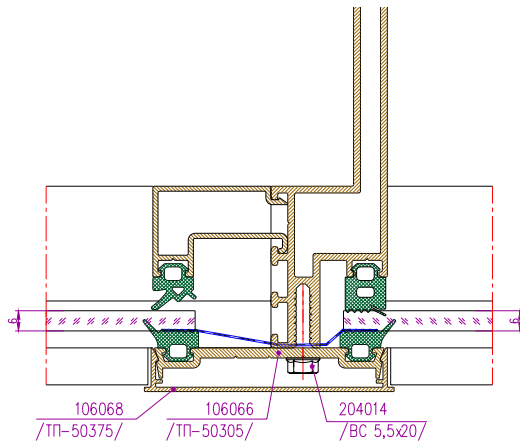
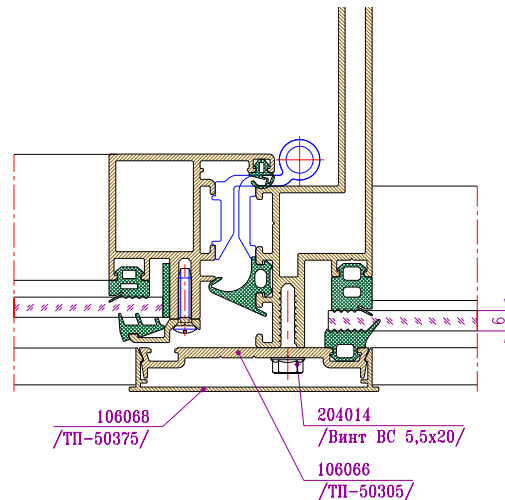
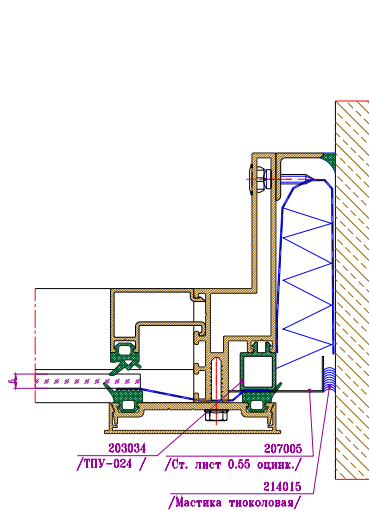
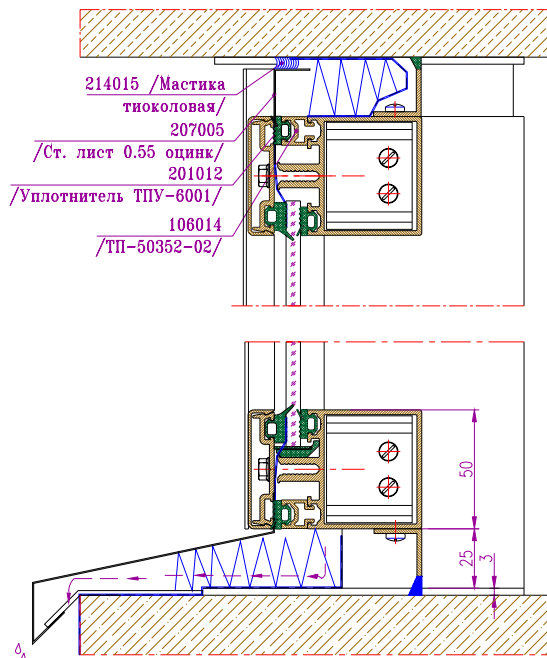

Рис.10-16 Установка прижима ТП-50305, крышки ТП-50374 на стойку ТП-50361 на участках с глухим заполнением
Рис.10-17 Установка прижима ТП-50305 на стойку ТП-50361 на участках со скрытой створкой
Рис.10-18 Установка крайней стойки ТП-50361
Рис.10-19 Установка крайних ригелей ТП-50320
- По периметру проема для скрытой створки, на ригели ТП-50365 (рис.10-13) и стойки ТП-50361 (рис.10-17) установить: в соответствующий паз уплотнитель ТПУ-005ММ; прижимы ТП-50305 отрезанные под углом 45° (рис.10-14).
50365 (рис.10-13), затем крышки ТП-50375 на прижимы ТП-50305 стоек ТП-50361 (рис.10-16, рис.10-17). Крышки защелкиваются. На крайних стойках под прижимы устанавливаются проставки ТПУ-024 (рис.10-18), на крайних ригелях проставка ТП-50352-02 с уплотнителем ТПУ-6001 (рис.10-19) и нащельники из оцинкованного стального листа;
- Герметизация по проему (рис.10-18, рис.10-19). Для герметизации рекомендуется применять пенополиуретан РИПОР 6ТН – 17 ТУ 6–05–221–367-76, либо пористые резиновые прокладки ПРП, минеральную вату, смоляную паклю и тиokolовую мастику. Необходимо также выполнить пароизоляцию для разделения наружного воздуха от воздуха помещения, для этого рекомендуется использовать бутиловую ленту шириной не менее 200 мм. Во избежание промерзания витража по примыканию к проему, необходимо выдерживать зазоры не менее 25 мм.